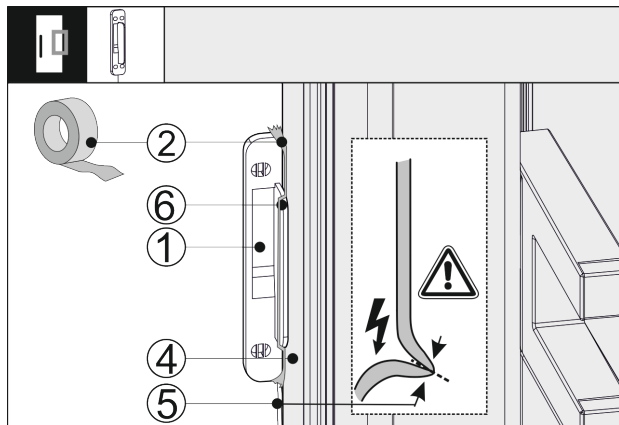

Fig. 41
- Applicare lateralmente il sensore di battito in testa Fig. 41 (1) sulla porta del dispositivo Fig. 41 (4), in modo che la battuta di arresto Fig. 41 (6) appoggi sulla porta del dispositivo Fig. 41 (4). Il cavo del sensore Fig. 41 (5) è leggermente teso e appoggia anche sulla porta del dispositivo Fig. 41 (4).
- Fissare il sensore di battito in testa Fig. 41 (1) con nastro adesivo Fig. 41 (2). Il sensore di battito in testa si avvitava dunque alla parte frontale del mobile.